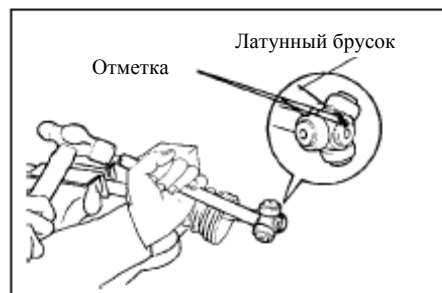

Рис. 131
(4) Отсоедините трипод с вала с помощью молотка и латунного бруска.(рис. 131)
(5) Нанесите отметки для обозначения взаимного расположения вала и ШРУСа